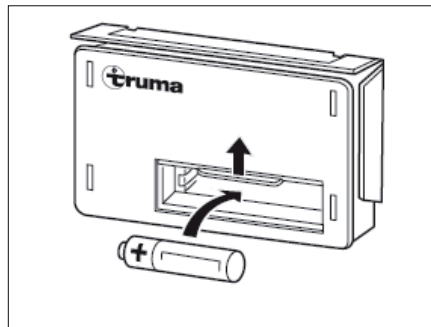

Fig. 101 Cambio de batería
- Empujar la tapa del compartimiento de la batería en el dispositivo automático de encendido (Fig. 101) hacia arriba.
- Meter una batería nueva del mismo tipo con la polarización correcta (+/-) en el compartimiento de la batería del dispositivo automático de encendido (Fig. 101). Utilizar únicamente baterías AA resistentes a la temperatura (+70 °C) y a prueba de fugas.